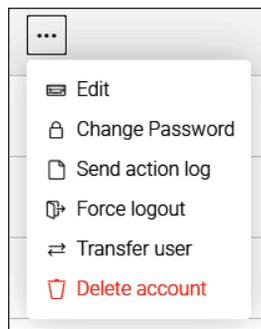

Figure 61. Options de transfert d'utilisateur
4. Cliquez sur le menu “...” se trouvant à droite de l'utilisateur qui doit être transféré, puis cliquez sur Transférer l'utilisateur (Transfer user), voir **Figure 61**.